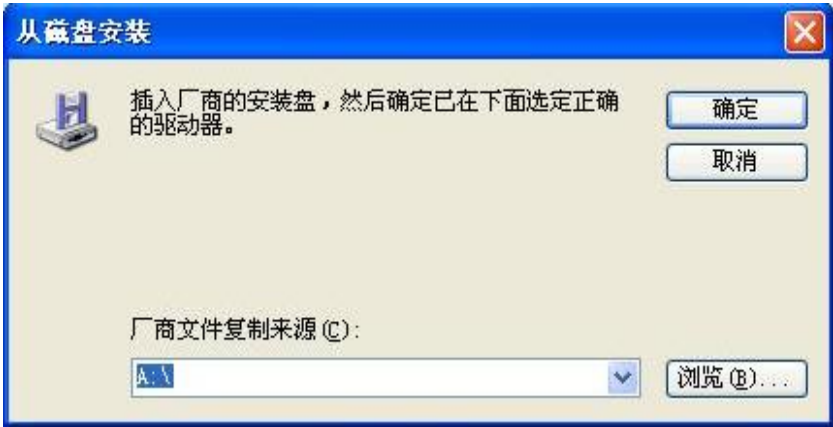
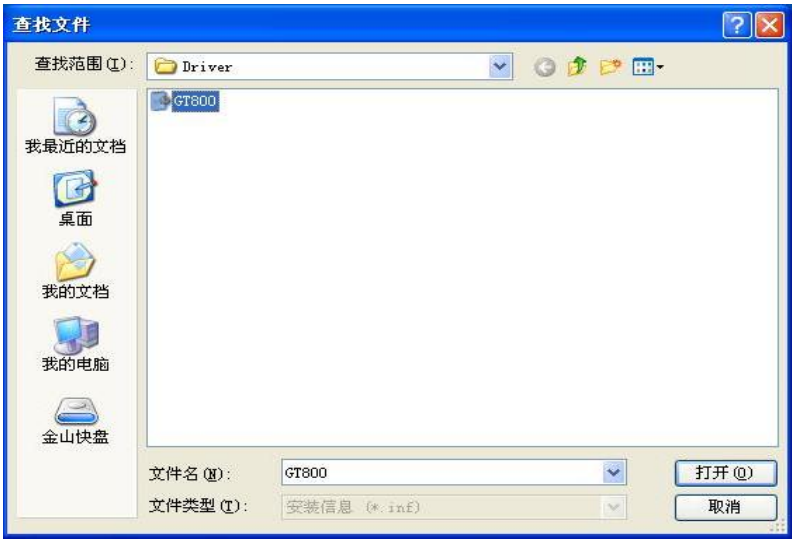

图 2-5 运动控制卡驱动程序安装界面
图 2-6 运动控制卡驱动程序安装界面
(6) 如图 2-5 所示点击“浏览(B)...”，选择驱动所在的路径 D:\driver 如图 2-6 所示。